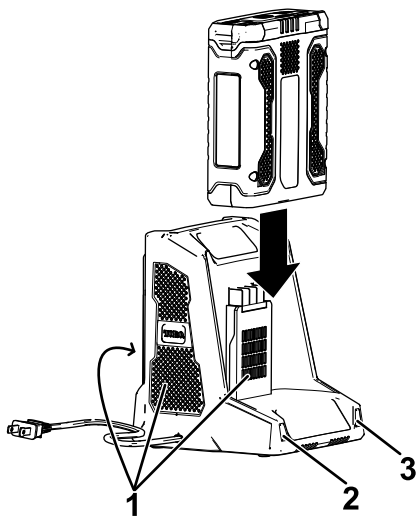

Figure 5
4. Glissez la batterie dans le chargeur jusqu'à ce qu'elle soit bien enclenchée (Figure 5).